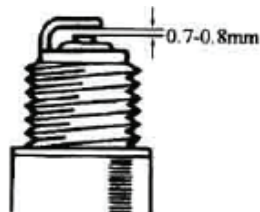

Рис. 7. Регулировка зазора в свече зажигания
8.8.1. Отстегнуть зажимы (2,3) крышки воздушного фильтра (1), см.рис.6, снять крышку и достать фильтрующий элемент (5), см.рис.7.